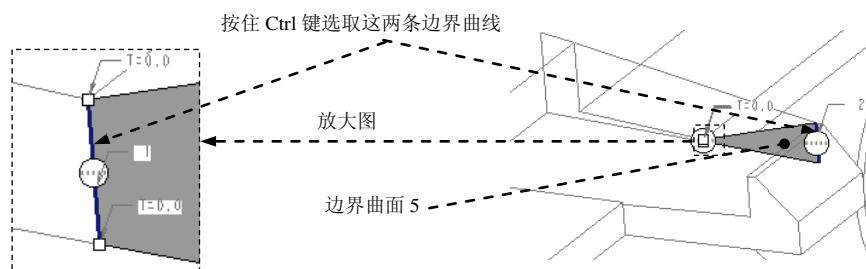

图 20.23 定义边界曲面 5
- (1) 按住 Ctrl 键, 选取合并面组 5 和边界曲面 4。
- (2) 单击 **分型面** 操控板中 **编辑** ▾ 区域的 **合并** 按钮, 此时系统弹出“合并”操控板。
- (3) 在操控板中单击 **选项** 按钮, 在“选项”界面中选中 **相交** 单选项。
- (4) 在“合并”操控板中单击 **✓** 按钮。
Step16. 创建图 20.23 所示的边界曲面 5。
- (1) 单击 **模型** 功能选项卡中的 **切口和曲面** ▾ 按钮, 在系统弹出的菜单中依次单击 **曲面** ▾ **→** **边界混合**, 系统弹出“边界混合”操控板。
- (2) 定义边界曲线。按住 Ctrl 键, 依次选取图 20.23 所示的两条边界曲线。
- (3) 在操控板中单击 **✓** 按钮, 完成边界曲面 5 的创建。